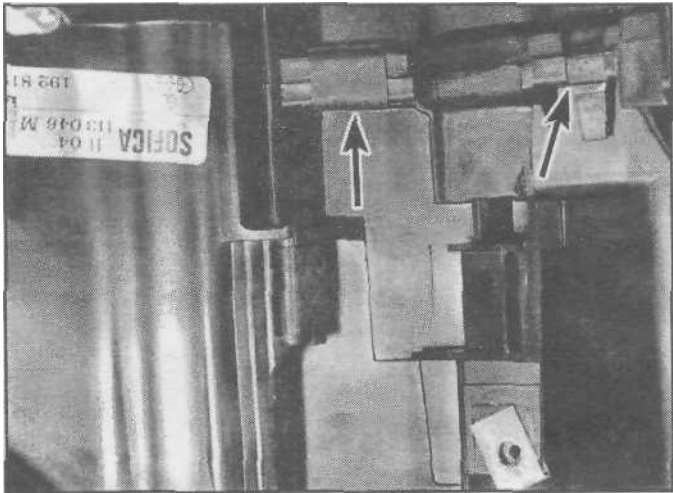

Рис. 10.10. Защелки соединения верхнего и нижнего корпусов [показаны стрелками]
- 10 Верхнюю и нижнюю половинки корпуса можно разъединить, открыв защепки (см. рис. 10.10). После раскрытия корпуса можно снять заслонки. Будьте осторожны, чтобы не расколоть и НЕ повредить корпус.